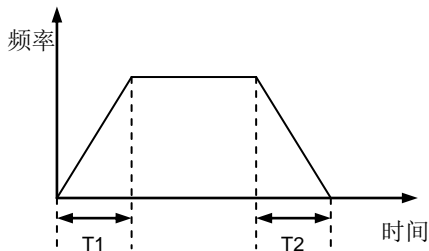

图 6-21 直线加减速
- 直线加减速，变频器输出频率按已设定斜率增加或减小，如图 6-21 所示。